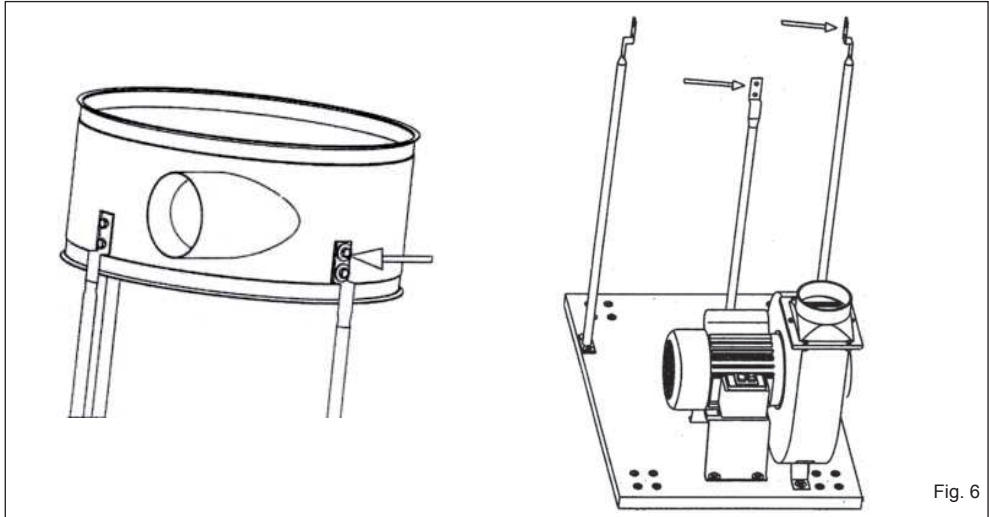

Fig. 6
5. Fixer le groupe moteur/tambour, le crochet de support sac et les montants en utilisant les vis, rondelles et écrous spéciaux (Fig. 6).